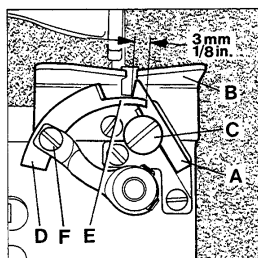

Fig. 11
Set the fixed knife (A, Fig. 11) so that its tip sits close to the underside of the throat plate (B). For adjustment loosen screw (C) and move knife up or down in its holder as required. Retighten screw.
Set the moving knife (D, Fig. 11) so that it just clears below the throat plate underside on its entire arc of travel. In the most open position of the knives the pilot (E) should overlap the fixed knife by 3 mm (1/8"). In cutting position of the knives the cutting edge of the moving knife should overlap the cutting edge of the fixed knife at least 1 mm (3/64"). For adjusting moving knife loosen screw (F) and set knife as required. Retighten screw.
Stellen Sie das feststehende Messer (A, Fig. 11) so, daß seine Spitze an der Stichplattenunterseite (B) anliegt. Zum Einstellen lösen Sie die Schraube (C) und schieben das Messer im Halter nach Bedarf nach oben oder unten. Ziehen Sie die Schraube wieder an.
Stellen Sie das beweglich Messer (D, Fig. 11) so, daß es innerhalb seiner Schwingbewegung unter der Stichplattenunterseite gerade freigeht. Der Führungszapfen (E) soll in der am weitesten geöffneten Stellung der Messer das feststehende Messer 3 mm überlappen. In Schneidstellung muß die Schneide des beweglichen Messers mindestens 1 mm überlappen. Zum Einstellen des beweglichen Messers lösen Sie die Schraube (F) und stellen das Messer entsprechend ein. Ziehen Sie die Schraube wieder an.